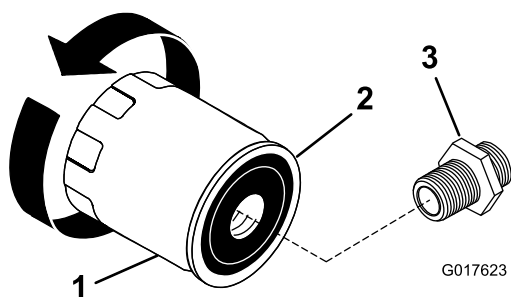

Figura 21
3. Retire el filtro usado y limpie con un paño la superficie de la junta del adaptador del filtro (Figura 21).
4. Aplique una capa fina de aceite nuevo a la junta de goma sobre el nuevo filtro de aceite (Figura 21).
6. Gire el filtro de aceite en el sentido de las agujas del reloj hasta que la junta de goma entre en contacto con el adaptador del filtro, luego apriete el filtro de aceite media o tres cuartos de vuelta más (Figura 21).